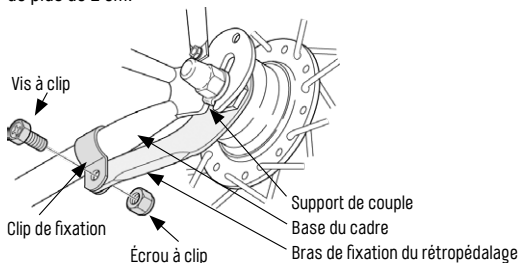

Fig. 3/31 Bras de fixation du rétro pédalage Source Shimano
- Les freins à rétro pédalage disposent d'un bras de fixation («Fig. 3/ Bras de fixation du rétro pédalage Source Shimano» sur la page 31) qui prend appui sur la base du cadre. Pour un bon fonctionnement, il doit être monté bien fixé à l'aide d'un clip de fixation ou directement sur la base du cadre.